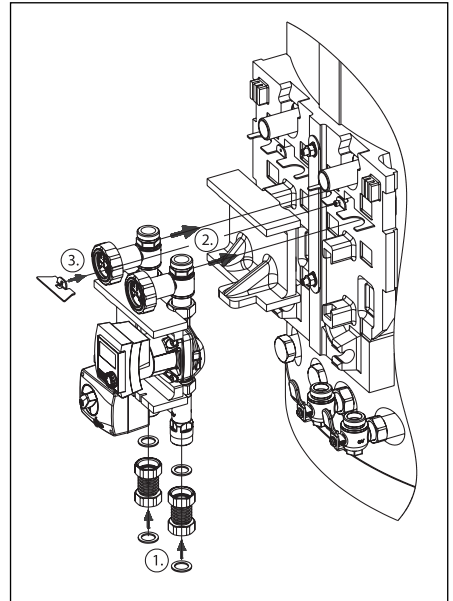

Abb. 10 Montage Heizkreisgruppe
- Metallwellrohre L = 45 mm mit Dichtungen an die Heizkreisgruppe anschließen (Abb. 10 Punkt 1). Anschließend die Gruppe in die Halterung einhängen (Punkt 2), das Sicherungsblech aufsetzen und an der Halterung fixieren (Punkt 3)